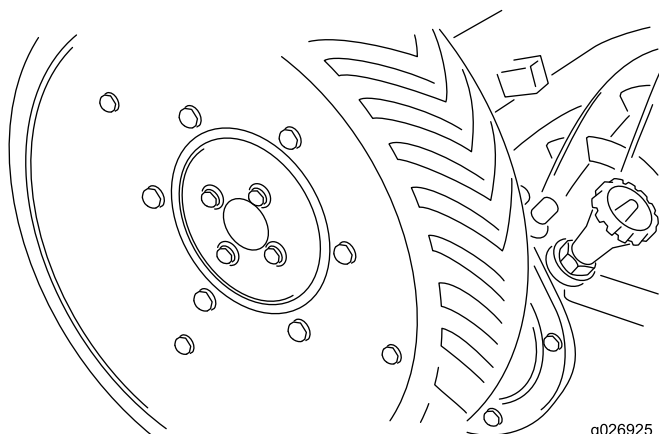

図 14
5. キャップスクリューとロックワッシャを使用して駆動ホイールを取り付ける 図 14。